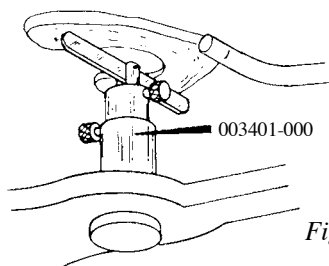

Figure 15
15. L'empreinte dentaire doit être soutenue adéquatement avant le placement du moulage maxillaire et le montage en pierre ou en plâtre sur l'Articulateur. Le support de moulage HANAU™ article n° 003401-000 est proposé comme accessoire de support de la fourchette dentaire afin de maintenir sa position lors de l'ajout de poids dû au moulage et au mélange de pl. tre. Voir figure 15.